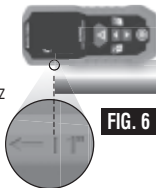

FIG. 6
**(1 PO) (FIG. 6) :** Lorsque le point de référence **A** est placé au sommet de l'appareil, le repère d'alignement de 25 mm (1 po) **14** peut être utilisé. Alignez le repère **14** avec la face avant de la surface à mesurer et prenez une mesure. Ajoutez 1 po (25 mm) pour calculer la mesure finale.